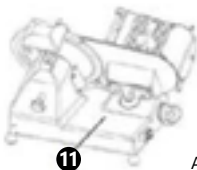

Abb. 9
- Reinigen Sie die Schnittgutablage (11) und das Gehäuse des Gerätes mit einem weichen feuchten Tuch unter Verwendung eines neutralen Reinigungsmittels und trocknen Sie diese anschließend gründlich ab (Abb. 9).